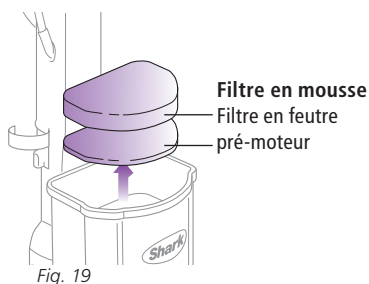

Fig. 19
- 2 Tirez sur les deux filtres à partir du haut de la base du moteur. (Fig. 19)